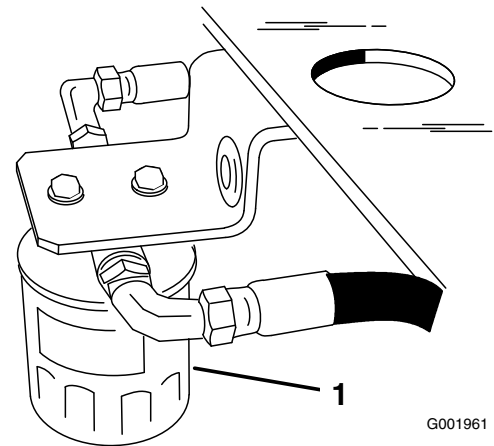

Figure 55
4. Localisez le filtre sous le réservoir à carburant et placez le bac de vidange sous le filtre (Figure 55).